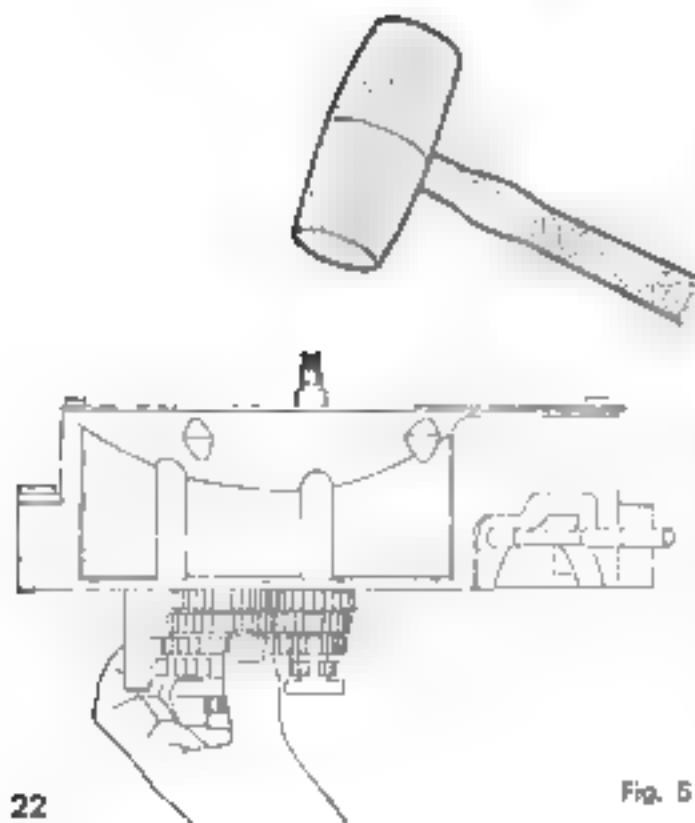

Fig. 5
- Frapper avec une massette sur l'arbre primaire, l'arbre secondaire doit sortir librement à la main (fig. 5).